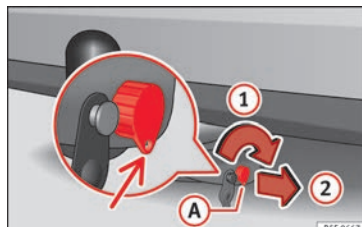
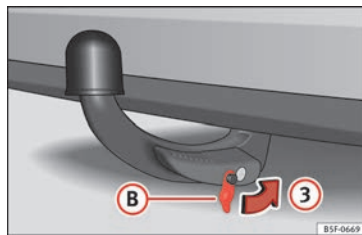

Fig. 237 Verrouiller la serrure
Fig. 238 Placer le cache sur la serrure
- Tournez la clé (A) dans le sens de la flèche (1) jusqu'à ce que la partie trouée de la clé atteigne sa position inférieure » fig. 237.
- Retirez la clé dans le sens de la flèche (2). »
- Placez le cache **(B)** sur la serrure dans le sens de la flèche **(3)** » fig. 238 » ❶.
❶ ATTENTION